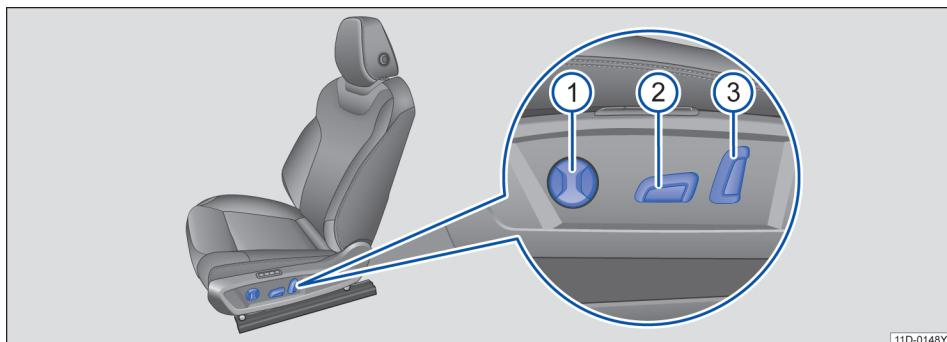
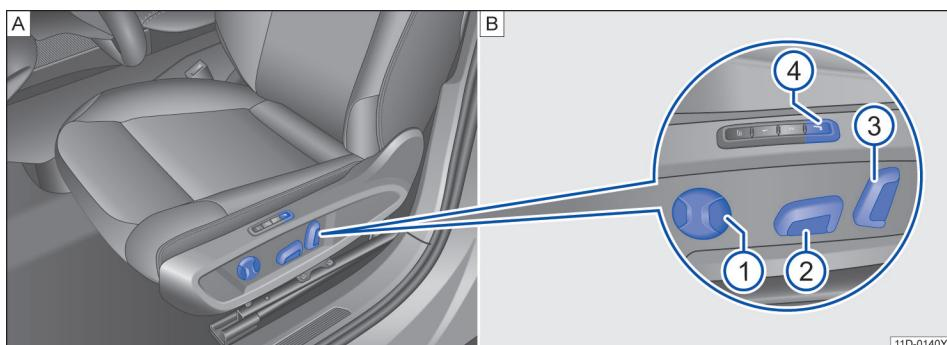

图 59 电动调整式座椅的操作元件
图 60 部分车型电动调整式座椅的操作元件
请移动相应的开关→图 59 或→图 60，把座椅调整得与身材相适应。
- ① 调整腰部支撑。
- ② 调整座椅前后位置、座椅面高度和倾斜角度。
- ③ 调整座椅靠背倾斜角度。
- ④ 部分车型按摩功能操作：
打开：按下按钮→图 60 ④ 时，腰托先恢复到最后位置，再开始按摩。根据腰托当前所在位置不同，恢复过程最多持续 15 秒后，按摩功能启动。
关闭：再次按下按钮→图 60 ④ 关闭按摩功能。按摩停止后，腰托恢复到启动按摩功能前的位置。
按摩功能开启时，按下腰部支撑按钮→图 60 ① 前后位置，可以调节按摩强度，按摩强度一共分三档。